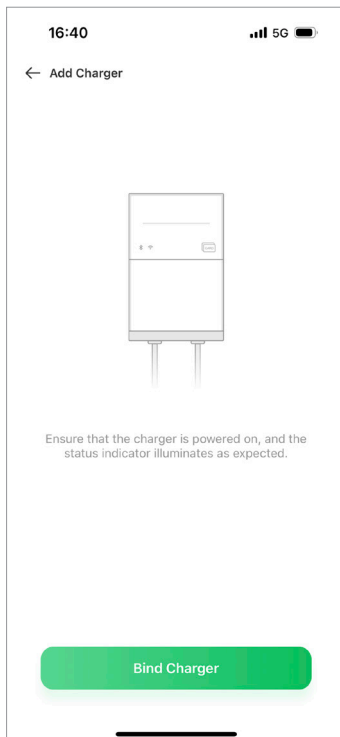
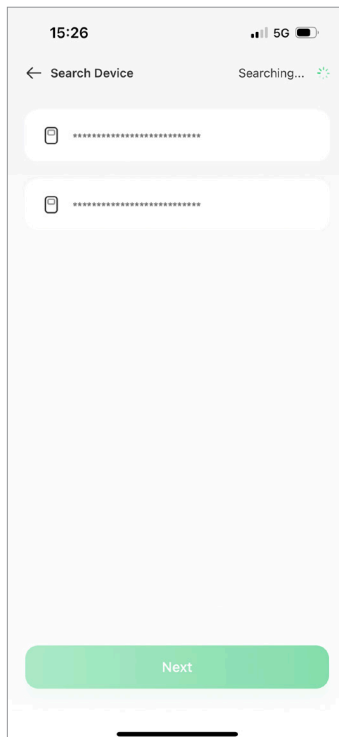

Abb. 6-7
Abb. 6-8
3. Tippen Sie auf „Ladegerät binden“ (siehe Abb. 6-7). Wählen Sie das Zielgerät aus, wenn der Scanvorgang abgeschlossen ist. (siehe Abb. 6-8)